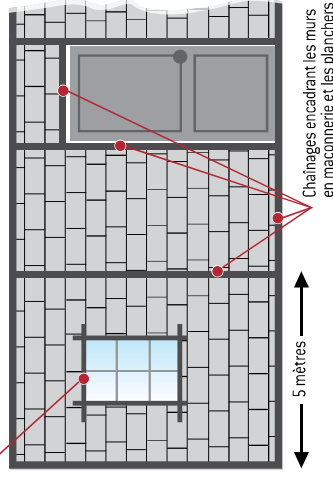

Figure 13. Ajout de chaînages horizontaux et verticaux encadrant les maçonneries (élévation)
- Renforcement par ajout de chaînages en béton armé en vue d'améliorer la ductilité (fig. 13).